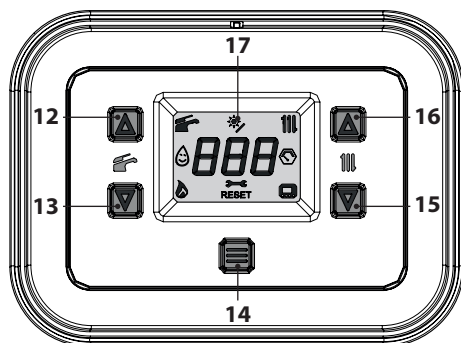

Figura 6.7
- Tenere premuto per 5 secondi il tasto 14 fino a far apparire sul display entrambe i simboli  e  Figura 6.7.
- Entrare in "modalità programmazione" premendo contemporaneamente per 5 secondi i tasti 13 e 15 (Figura 6.7) fino a far apparire sul display LCD le lettere **HIS** che indicano il menu "Storico delle caldaie" (Figura 6.9).
- Premere il tasto 14 (Figura 6.7) per attivare la funzione. Il display visualizzerà quanto segue (Figura 6.11 e Figura 6.12).
- tenere premuti contemporaneamente i tasti 13 e 15 per 5 sec. (Figura 6.7) (ritorno al livello precedente).
- Spegnerne la caldaia tenendo premuto per 5 secondi il tasto 14 (Figura 6.7) fino a far apparire sul display LCD il simbolo — — — (i trattini vengono accesi in sequenza per simulare uno scorrimento) (Figura 6.6).